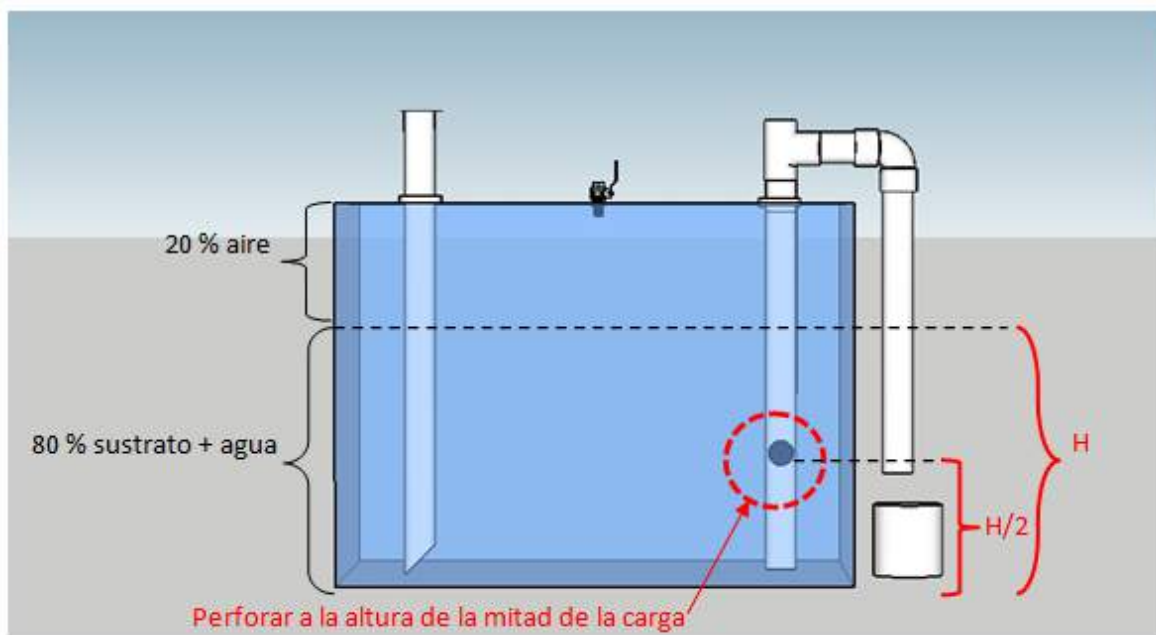
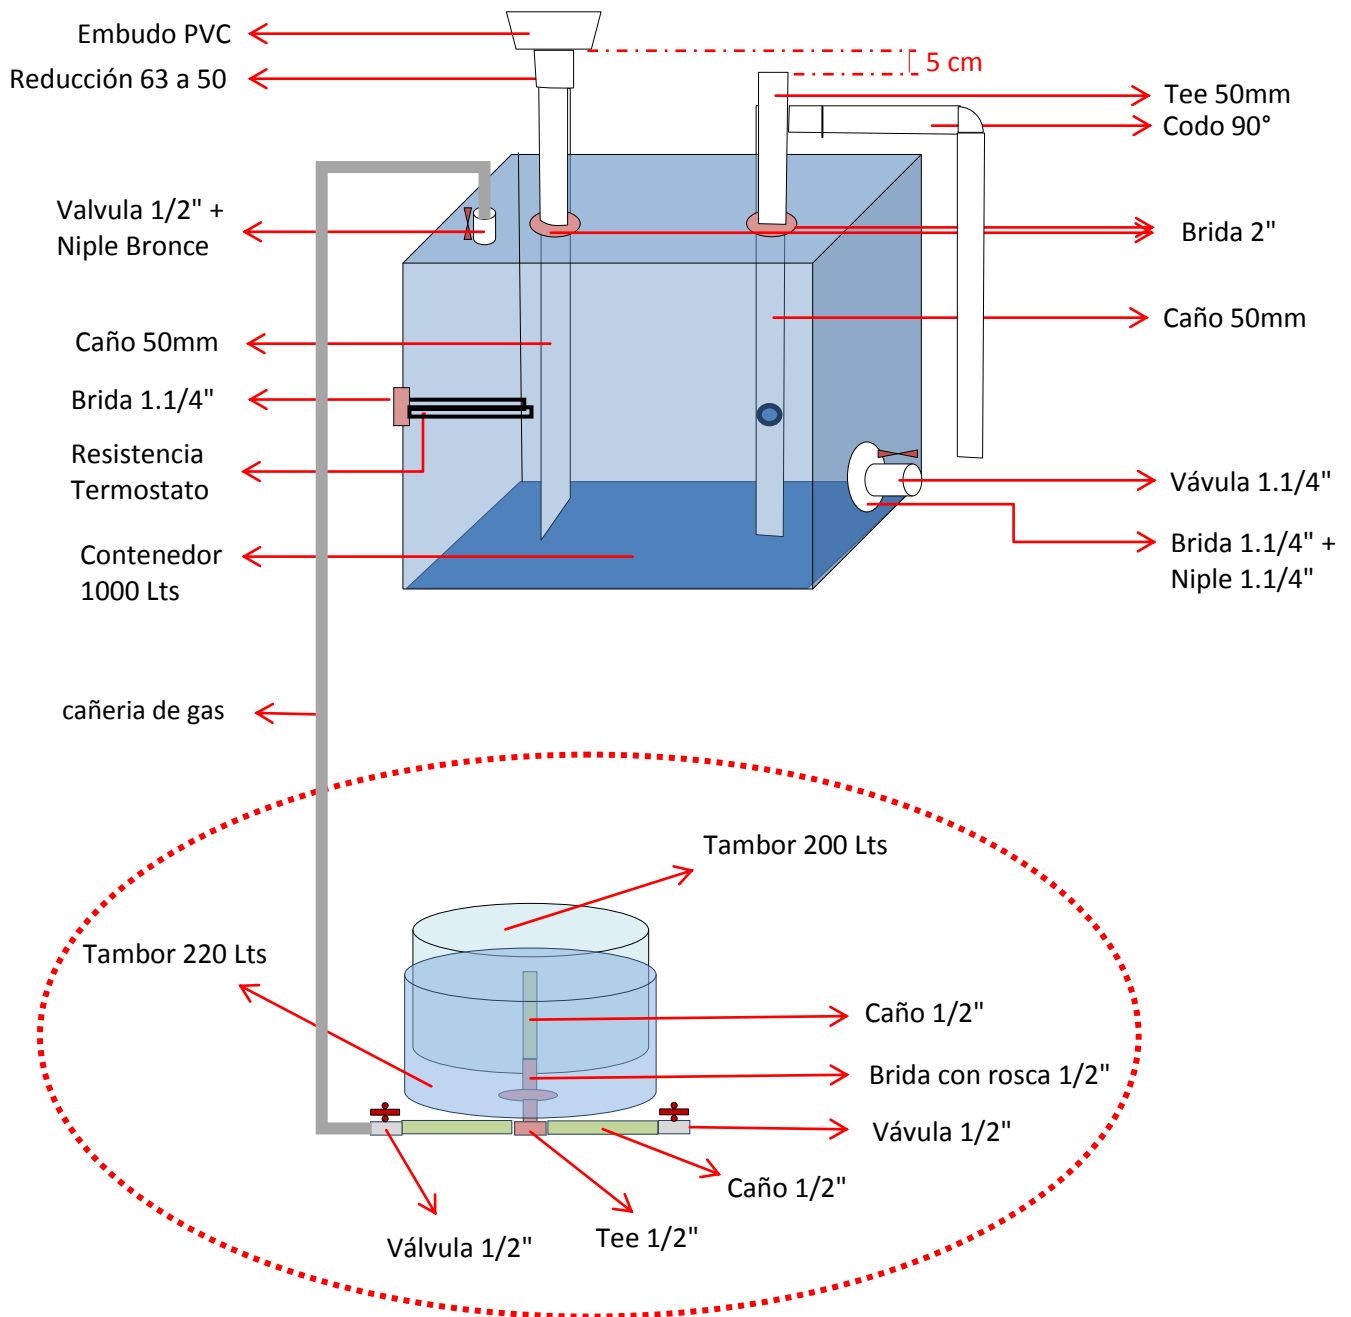

Imagen 4 Alturas salida del digestato
Imagen 7 Gasómetro flotante
- Se hará un orificio sobre el tubo aproximadamente en la mitad de la altura que contiene el sustrato junto con el agua, considerando que el 20 % superior está ocupado por aire o gas (ver Imagen 4): esto se debe a que en ese nivel existe menos materia activa, mientras que lípidos, proteínas y grasas hacen lo propio en la cima del mismo. Evacuando el digerido desde el centro del
- Es importante dejar una diferencia de altura entre la entrada del sustrato y la salida del digestato, para garantizar que cada vez que ingrese nuevo sustrato, se desplace una misma cantidad de digestato debido a la diferencia de presión (Ver imagen 4). El punto más alto de la salida del efluente debe estar por debajo del punto donde ingresa el sustrato, manteniendo una diferencia de 5 cm (Ver imagen 7).
h) En cuanto a la producción de gas, es importante remarcar que, un Biodigestor "produce" gas, pero no lo "acumula", debiendo prever un sistema de almacenaje alternativo. Para ello se utiliza un gasómetro flotante (ver imagen 7), el cual será descrito a continuación.